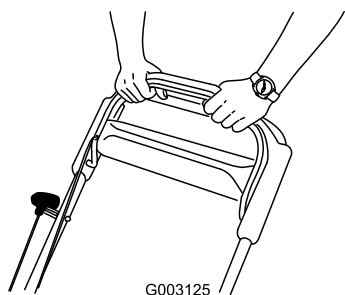

Figure 25
3. Maintenez la barre de commande de la lame contre le guidon (Figure 25).